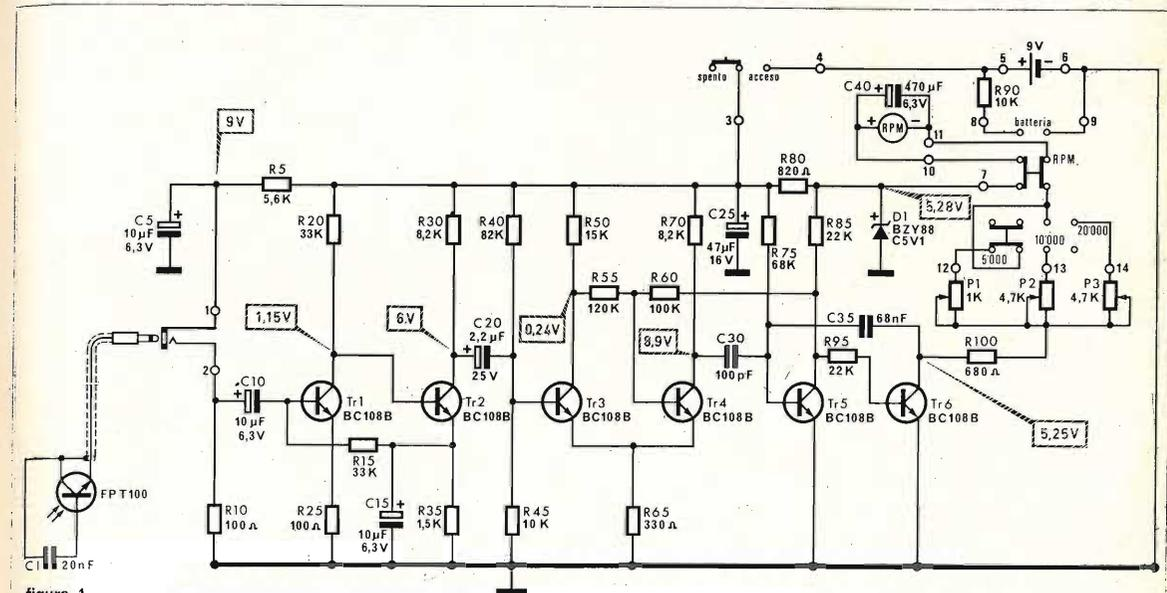

figura 1
**DESCRIZIONE DEL CIRCUITO (figura 1)**